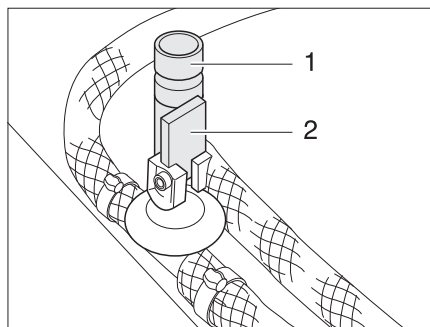

Fig. 126 Llaves de desagüe para la caldera Truma
- Cerrar todas las llaves de desagüe de la caldera. Para esto, poner el balancín (Fig. 126,2) en posición horizontal o bien girar la tapa (Fig. 126,1) en sentido de las agujas del reloj.
- Abrir todas las llaves de desagüe de la caldera. Para esto, poner el balancín (Fig. 126,2) en posición vertical o bien girar la tapa (Fig. 126,1) en sentido contrario a las agujas del reloj.